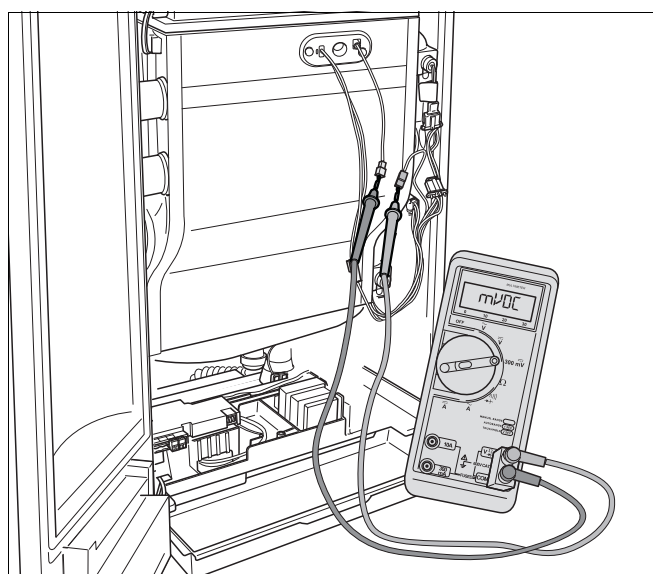

Fig. 90 Măsurați curentului de ionizare
- Racordați aparatul de măsurare în serie (fig. 90). Alegeți la aparatul de măsură domeniul de curent continuu μA . Aparatul de măsurare trebuie să aibă o rezoluție de cel puțin $1 \mu A$.